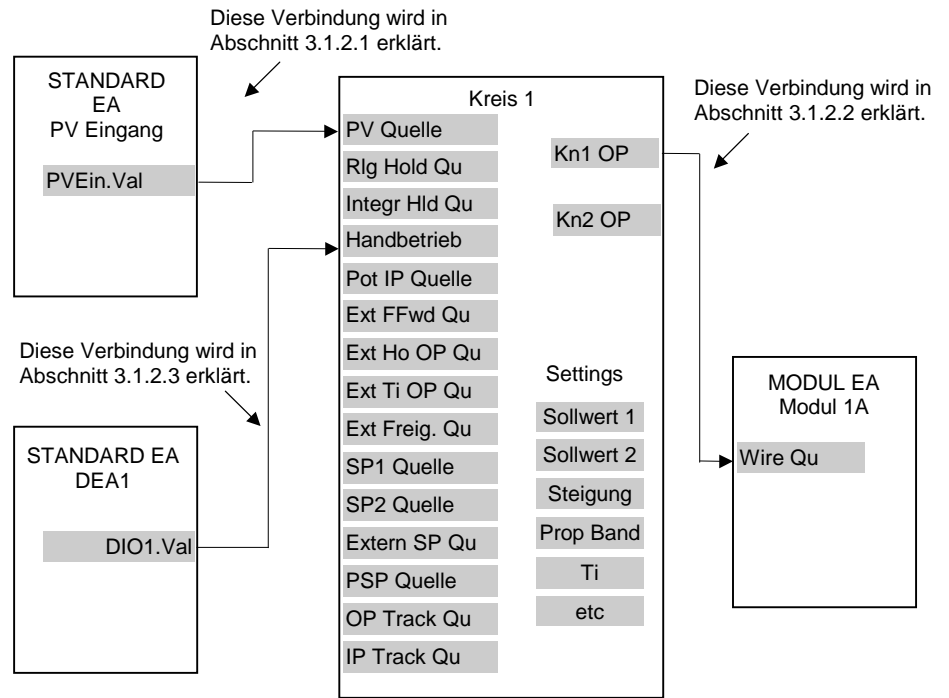

Abbildung 3-1: Einfaches Wiring Beispiel eines PID Funktionsblocks
In Abbildung 3-1 sehen Sie ein Beispiel für die Verknüpfung eines PID Funktionsblocks (Kreis 1), mit weiteren Funktionsblöcken zum Einzelkreisregler. Der 'PV Quelle' Eingang ist mit dem Ausgangswert des Prozesswert (PV) Eingangsblocks an den Klemmen V- und VH verknüpft. Der Ausgang des Kanal 1 (Heizen) des PID Blocks ist mit der Eingangsquelle ('Wire Qu') von Modul 1A verknüpft. Modul 1A ist ein Ausgangsmodul.
Im folgenden finden Sie eine Beschreibung, wie Sie bei der Erstellung des in Abbildung 3-1 gezeigten PID Reglers vorgehen müssen.